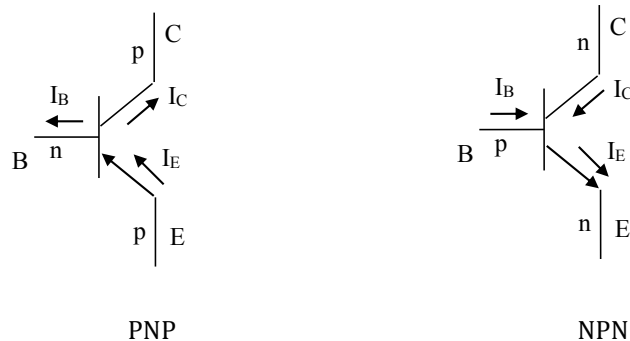

Figure 3.5 : Les symboles schématiques pour les BJT de type PNP et NPN.
Un Transistor bipolaire (Bipolar Junction Transistor « BJT » en anglais) se compose de trois régions semi-conductrices dopées différemment, la région de l'émetteur (E), la région de base (B) et la région de collecteur (C). Ces régions sont respectivement de type P, de type N et de type P dans un PNP, et de type N, de type P et de type N dans un transistor NPN (Figure 3.5). Chaque région semi-conductrice est connectée à un terminal.